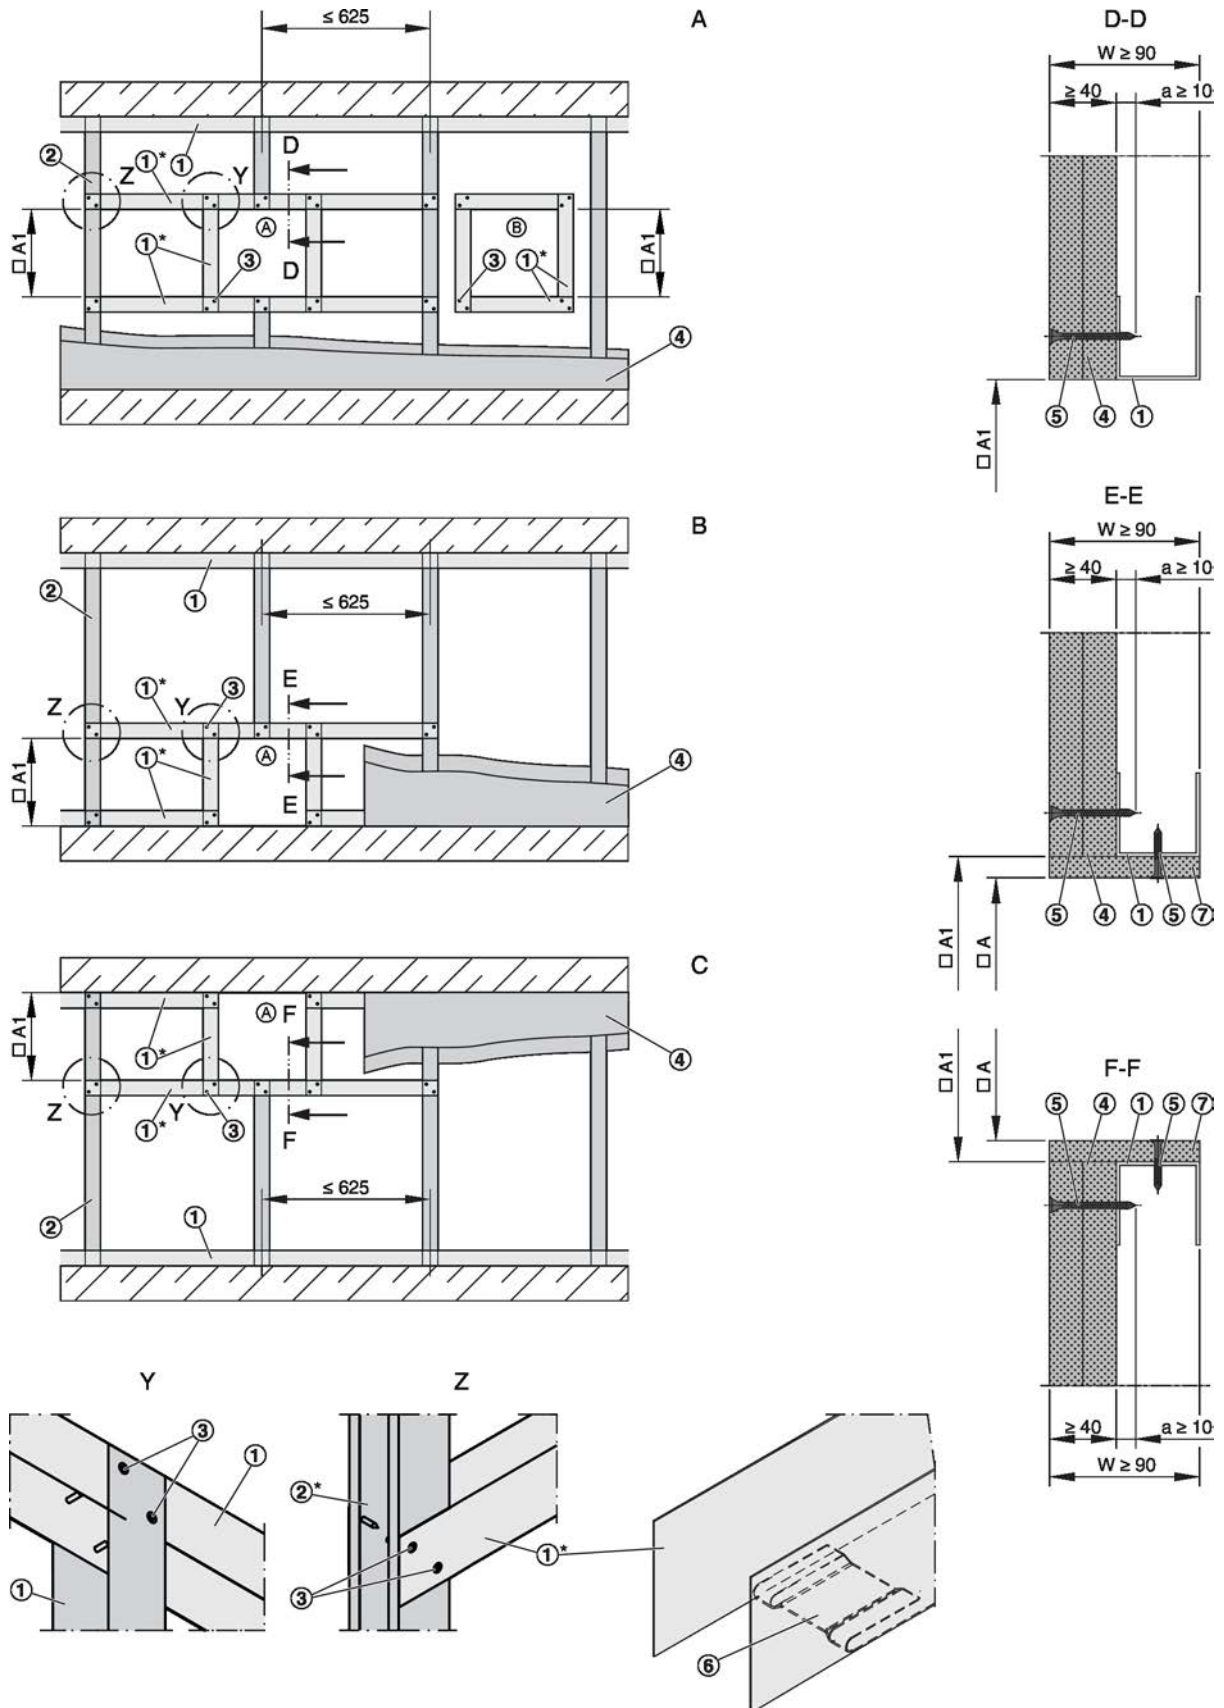

Abb. 54: Schachtwand mit Metallständer und einseitiger Beplankung
- Schachtwand nach Herstellerangaben errichten und Einbauöffnung herstellen, siehe Abb. 54